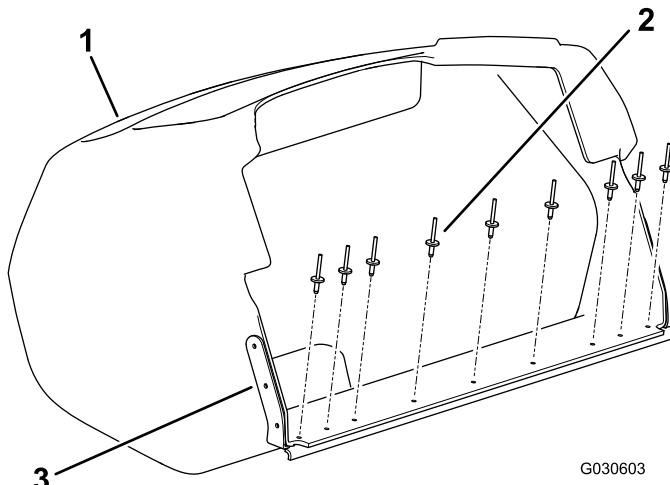
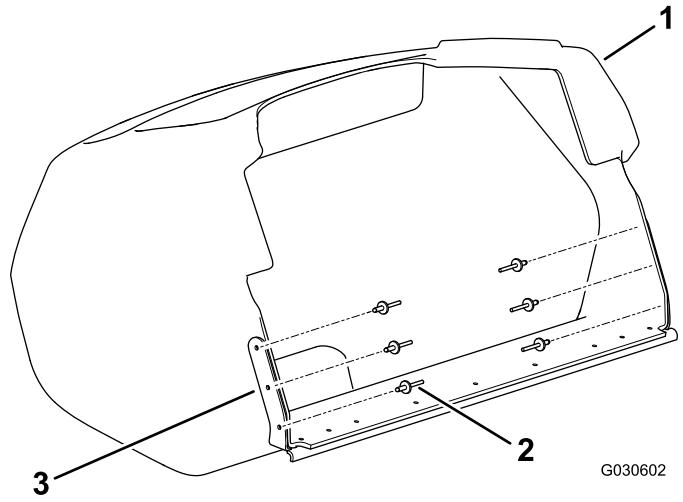

Figura 3
Figura 4
5. Instale los remaches ciegos en la pletina de refuerzo del recogedor (Figura 3 y Figura 4).